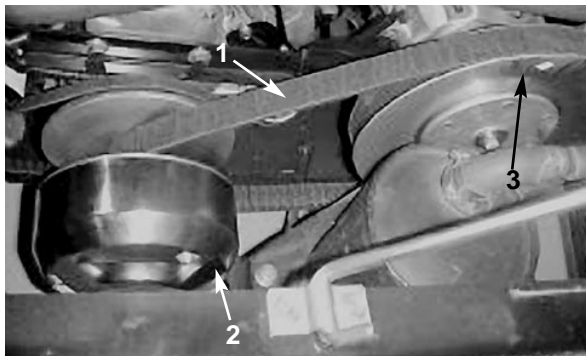

Bild 25
1. Drehen und verlegen Sie den Riemen über die sekundäre Kupplung (Bild 25).
2. Entfernen Sie den Riemen von der Hauptkupplung (Bild 25).